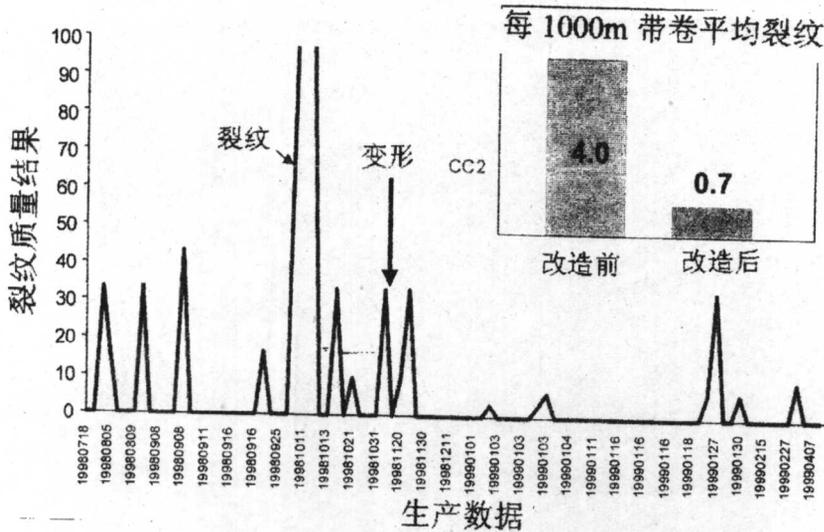

图5 铸机升级后裂纹缺陷的改善
(2) 根据索拉克·福斯厂的裂纹标准规定，升级后检测的值与改造前一样，但是，浇铸各种钢的浇铸速度都提高了。
(3) 升级后，标出的表面裂纹的数量没有明显变化。
(4) 板坯中的非金属夹杂的数量减少到了90%，轧材的裂纹缺陷改善达到了80%以上(图5)。在检验过的镀锌卷上没有发现气泡。
(5) 铸机升级的主要目标已全部实现。例如，板坯清洁度的进一步改善，以及减少轧材和镀锌板的缺陷。